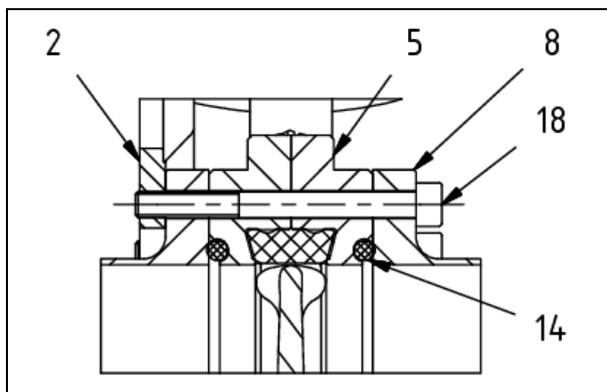

Abb. 6.7: Verschrauben der Haltekonsole mit Ventil
- Richten Sie die Bohrungen in der Haltekonsole und im Ventil zueinander aus und verschrauben sie dann Haltekonsole und Ventil mit den Zylinderschrauben (Abb. 6.7, Pos. 18).